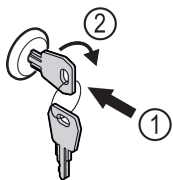

Fig. 140
- ▶ Sleutel erin duwen Fig. 140 (1).
- ▶ Sleutel 90° rechtsom draaien Fig. 140 (2).